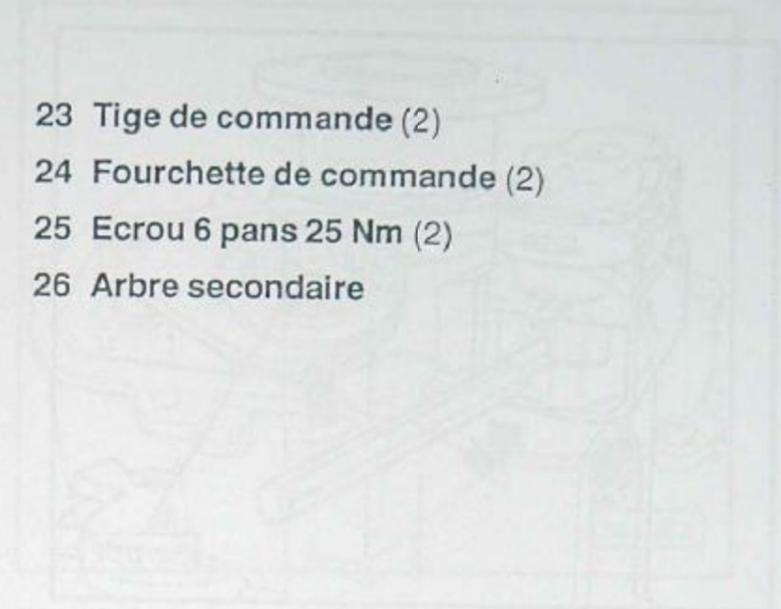

Fig. 7 Positionnement des baladeurs de montage
- 21 **Baladeur (2)**
- Position de montage – fig. 7
- 22 **Douille de serrage (2)**
- 23 **Tige de commande (2)**
- 24 **Fourchette de commande (2)**
- 25 **Ecrou 6 pans 25 Nm (2)**